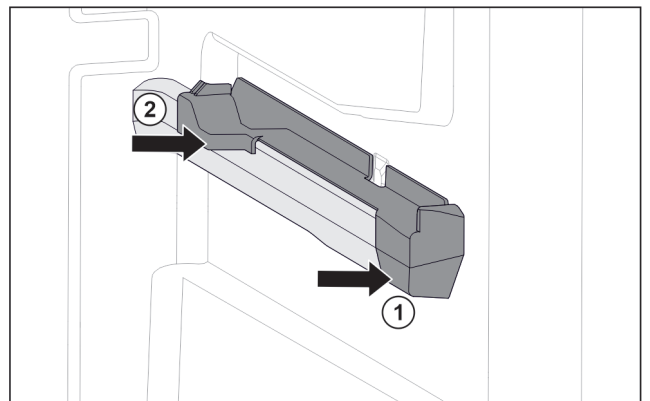

Fig. 72 Вставная часть на правом контейнерном ребре
- ▶ Наденьте вставную часть спереди на контейнерное ребро. Fig. 72 (1)
- ▶ Нажмите на вставную часть сзади. Fig. 72 (2)